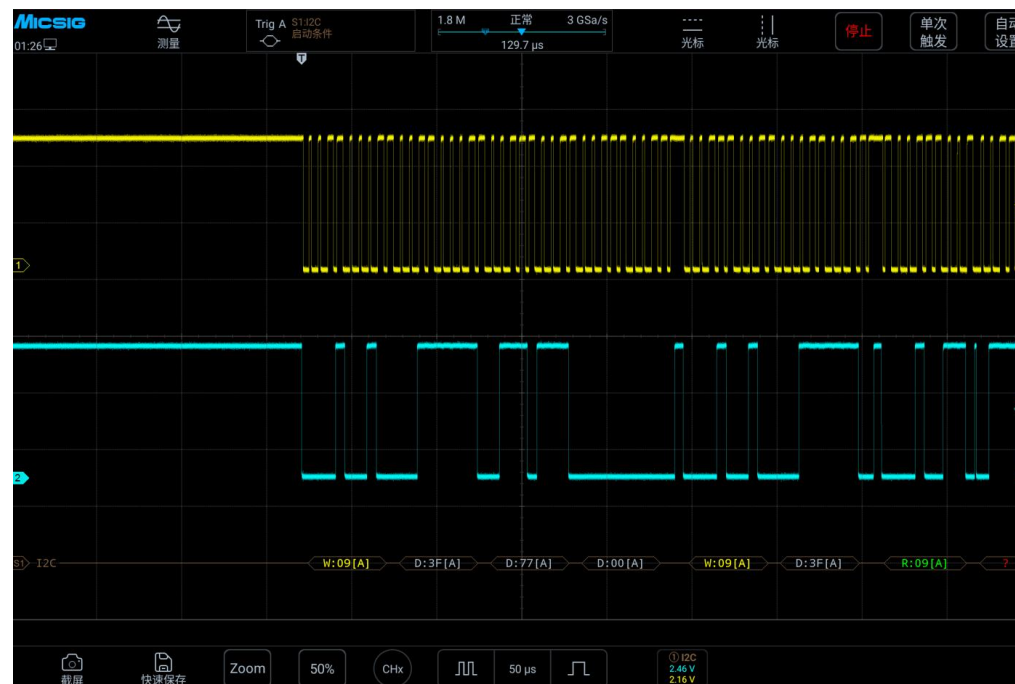

图 12-24 I2C 总线解码结果
- (1) 轻点 S1 打开解码通道，再次点击 S1 打开总线配置菜单；
- (2) 选择总线类型为“I2C”，打开总线设置菜单，点选时钟 SCL 为 Ch2 通道；
- (3) 打开触发方式配置菜单，在触摸屏上点选“启动条件”；
(4) 依据信号幅值设置 2 个通道的阈值电平； I2C 触发图形界面见图 12-24：